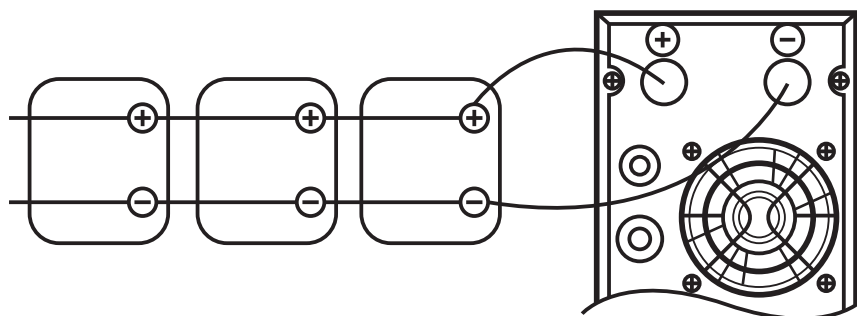
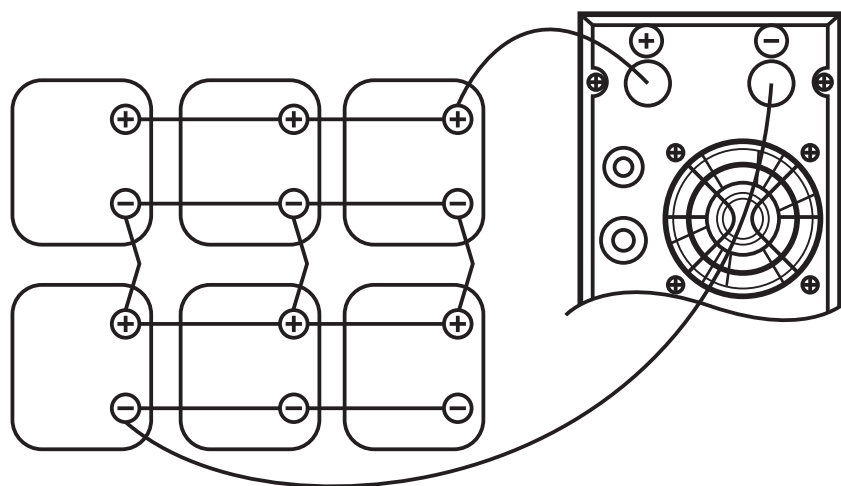

Рисунок 3. Подключение модели 600
Рисунок 4. Подключение модели 2000
2) Параллельное и последовательно параллельное подключение нескольких аккумуляторов (см. Рисунок 3 и Рисунок 4):